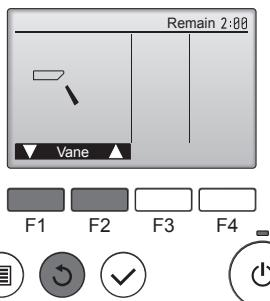

Fig. 8-4
- Tryck på [VÄLJ] så att skärmbilden Bladfunktion visas, och tryck sedan på [F1] och [F2] för att kontrollera den automatiska fläktbladfunktionen. (Fig. 8-4)